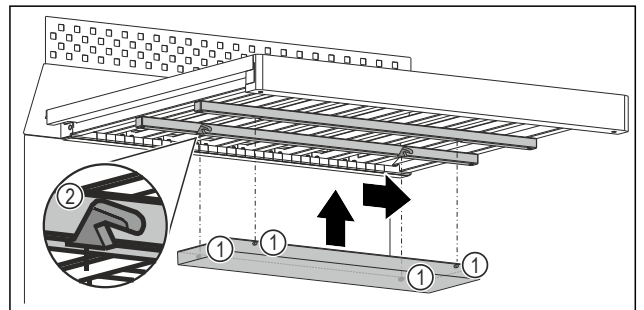

Fig. 98 Beispielhafte Darstellung
- Jeden Zapfen Fig. 98 (1) in die entsprechende Aussparung Fig. 98 (2) an den Leisten unter dem Holzrost einschieben.